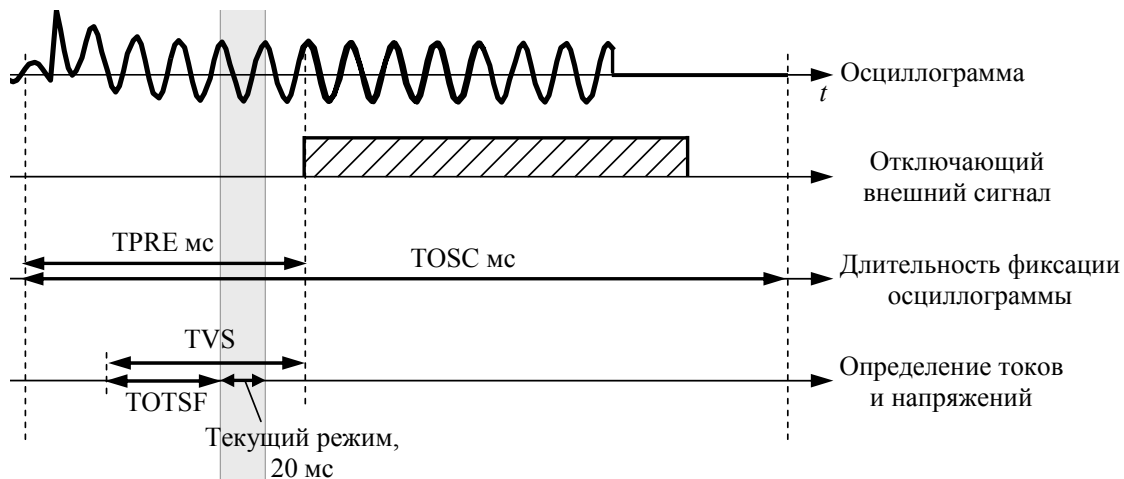

Рис. 1.3.3
2.  $N2 = 2$ . Пуск по внешнему сигналу. Пуск регистрации осуществляется при появлении внешнего сигнала. В качестве **внешнего сигнала** может быть использован, например, сигнал о срабатывании пусковых органов защиты, основной или резервной защит линии, сигнал об отключении линии. С использованием уставки TVS, задающей минимальное время формирования внешнего сигнала относительно начала аварийного процесса, определяются моменты фиксации значений токов и напряжений (Рис. 1.3.3). Если в качестве внешнего сигнала используется сигнал пуска защит,  $TVS = 0$ .